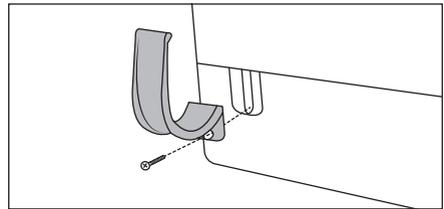

Fig. 1
- ♦ Skru slangeholderen **16** på produktet (se fig. 1).